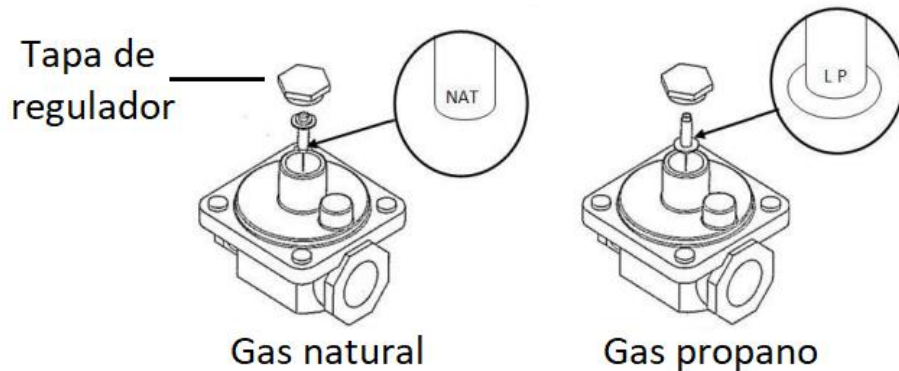

Fig. 3
4. Ajuste el regulador de gas al tipo de gas deseado, gire la tapa del regulador para retirarla, coloque el tapón interno al tipo de gas deseado; el indicador de gas requerido debe quedar hacia el cuerpo del regulador; coloque nuevamente la tapa del regulador (Fig. 3).